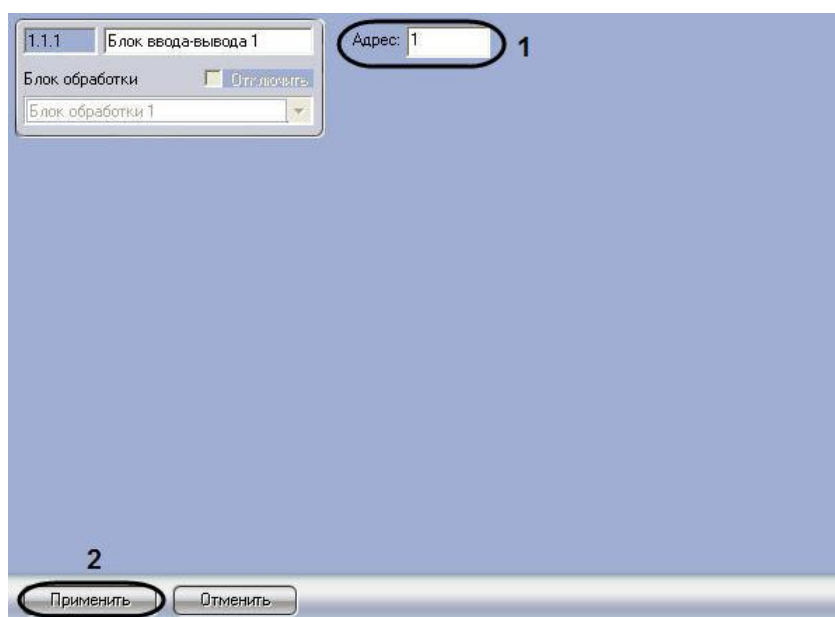

Рис. 2.6-2. Настройка объекта Блок ввода-вывода
1. Перейти на панель настройки объекта **Блок ввода-вывода** (Рис. 2.6-2).
2. В поле **Адрес** ввести адрес релейного модуля *Stratum*, заданный при настройке системы *Stratum* в программе «Site Manager» (см. Рис. 2.6-2, 1).
3. Для сохранения внесенных изменений нажать кнопку **Применить** (см. Рис. 2.6-2, 2).